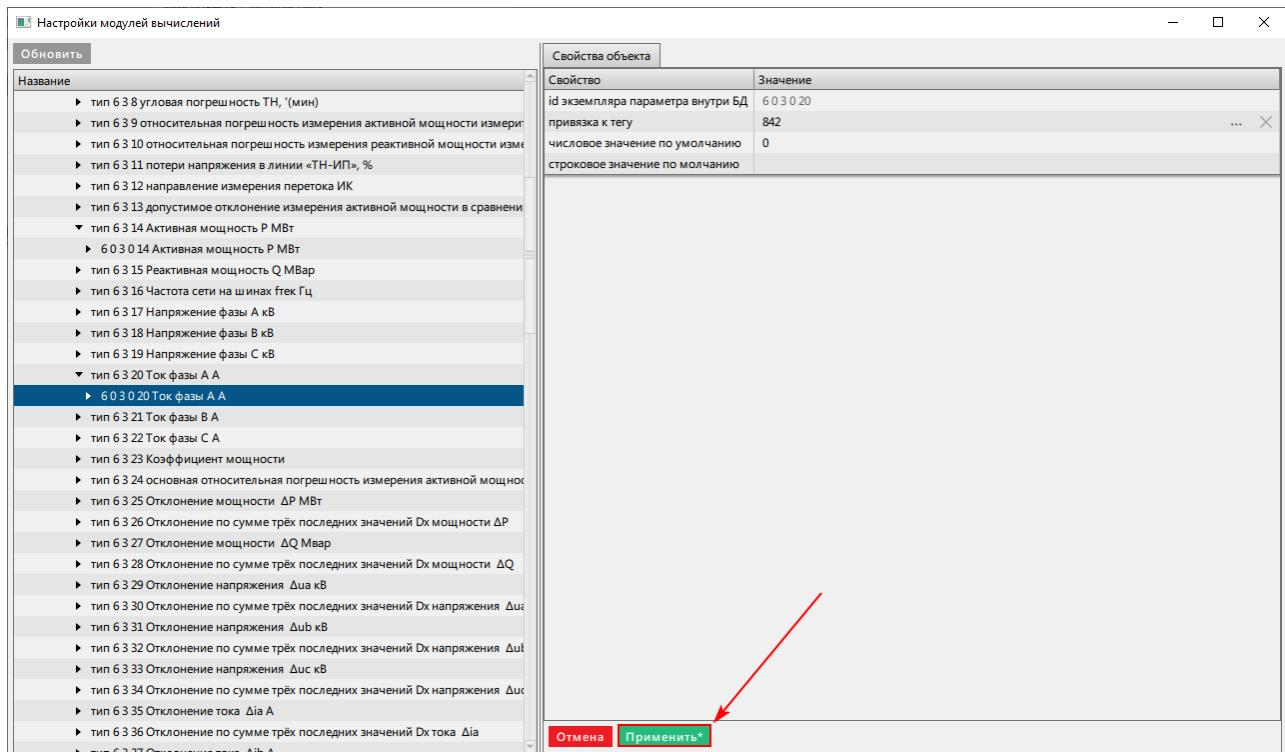

Рисунок 436 - Сохранение изменений
4. Нажмите Применить (Рисунок 436).